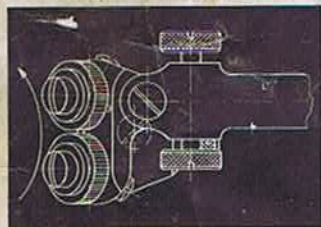
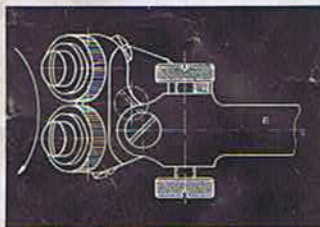

Fig. 10 Cutting left
Fig. 11 Cutting right
2.2 **Equipment of the models LA/KF** (Fig. 10, 11) - When ordering resp. using this model please watch that some of the automatic lathes necessitate the reversed crank of the tool. In such cases as shown in Fig. 11 the tool has to be equipped with "right hand cutting" wheels. The standard type is "left hand cutting". If no other specifications are given the latter is being supplied. The arrow in the below graph shows the rotational direction of the workpiece. The graph itself shows the tool seen from the work spindle.
2.2 **Variantes des types LA/KF** (fig. 10 & 11) - A la commande et à la mise en service de ce type d'outil bien observer que sur certains tours automatiques la réaction sur l'outil est inverse. Il y a lieu dans ce cas de choisir un outil coupe à droite comme représenté fig. 11. En version normale l'outil est livré avec coupe à gauche, sauf indication contraire c'est ce dernier type qui est fourni. Sur la figure la flèche indique le sens de rotation de la pièce. Ce plan indique la pièce vue de la broche du tour.
Fig. 10 coupe à gauche
Fig. 11 coupe à droite